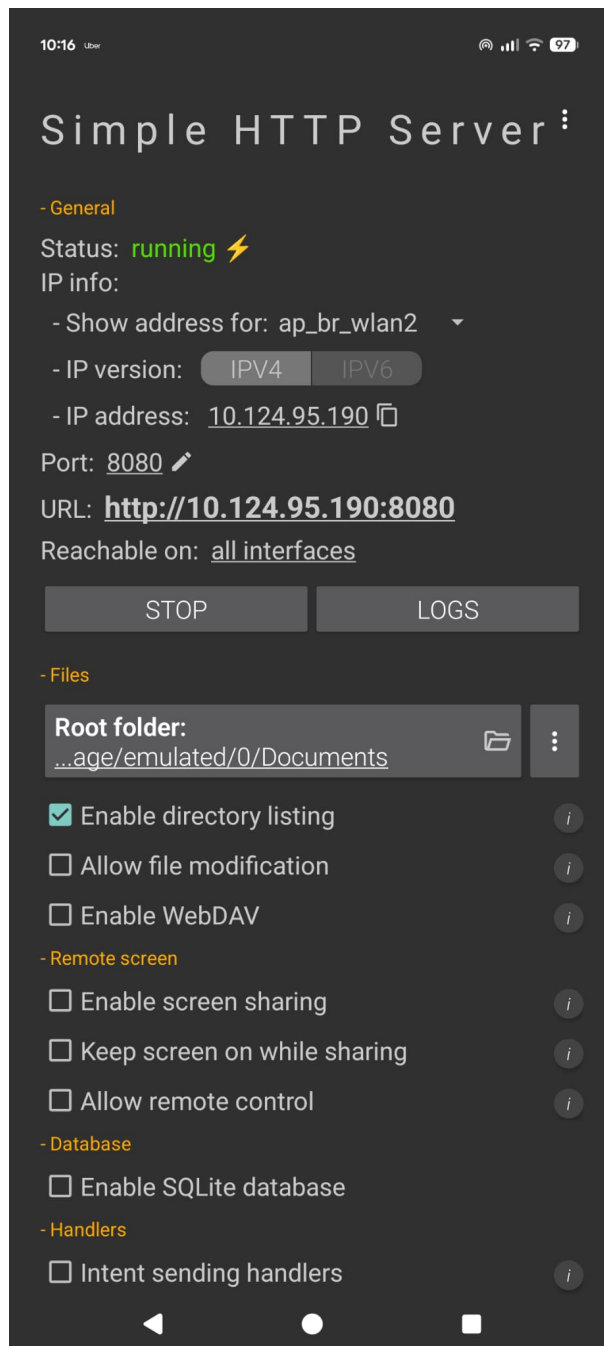

Figura 28: Configuración SHTTPS Android
- En Android, podemos hacerlo descargando la aplicación SHTTPS <https://play.google.com/store/apps/details?id=com.phlox.simpleserver&hl=es> y configurándola como vemos en la Figura 28. Únicamente tendremos que iniciar el servidor, poner la **Root Folder** apuntando a donde tengamos guardado el archivo binario de la aplicación, y seleccionar la interfaz de nuestra red inalámbrica (normalmente llamada **ap_XXX**) para que nos de la IP que tendremos que poner en la configuración anterior.